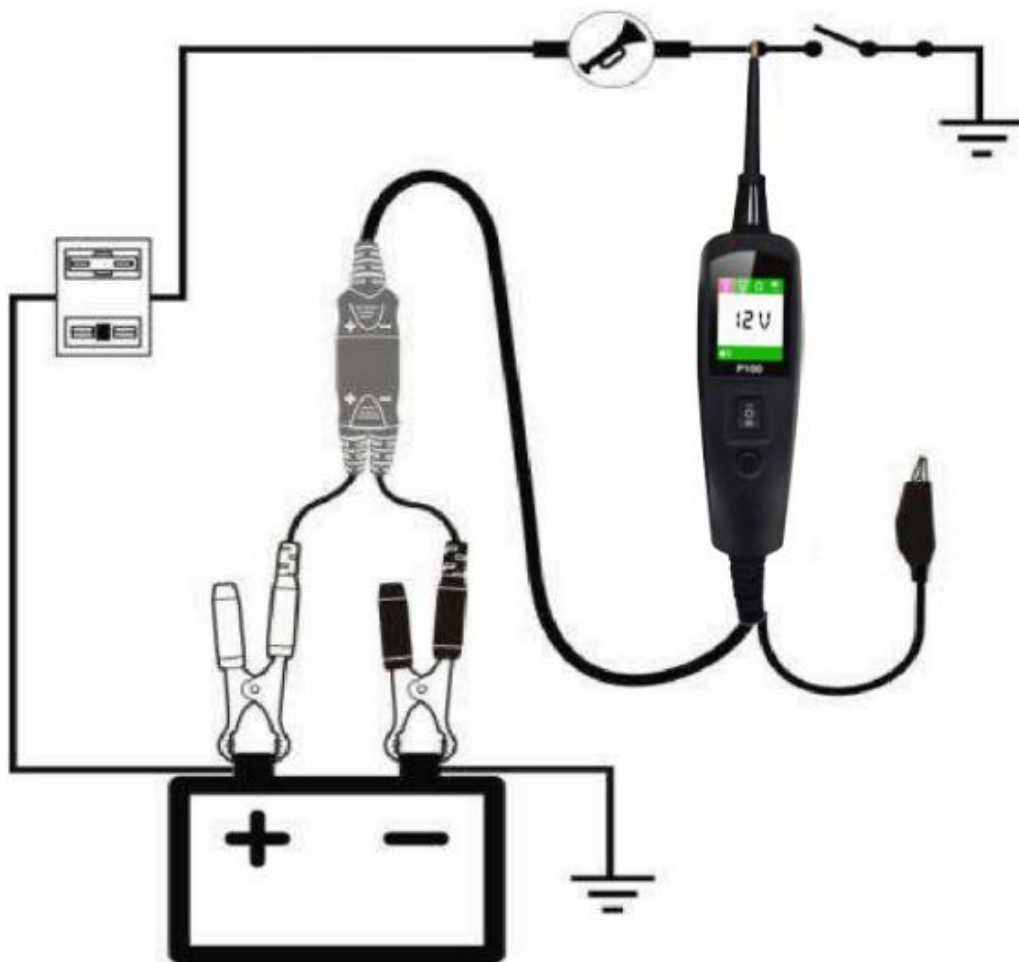

Abb. 14
- Während sich das Gerät im Gleichspannungsmodus befindet, berühren Sie mit der Sondenspitze den Minuspol des Bauteils. Die rote LED sollte aufleuchten. Während Sie die rote LED beobachten, drücken Sie den Netzschalter schnell nach hinten und lassen ihn wieder los. (Abbildung 14), Wenn die grüne LED in diesem Moment erloschen ist oder der Schutzschalter ausgelöst hat, wurde das Gerät überlastet, was aus folgenden Gründen geschehen kann: